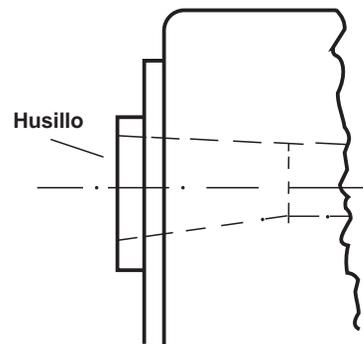

Fig. 1
- a) Limpie el cono interior del husillo principal de la fresadora. (Fig. 1).